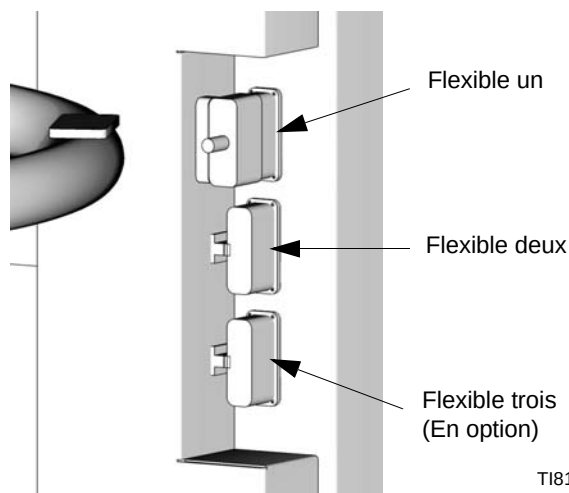

FIG. 4: Vue arrière du boîtier de commande électrique
1. Bien enfoncer les connecteurs électriques à 16 broches en bout des longs conducteurs de flexibles chauffés sur les prises femelles à 16 trous situées à l'arrière du tableau de commande électrique. Voir FIG. 4.